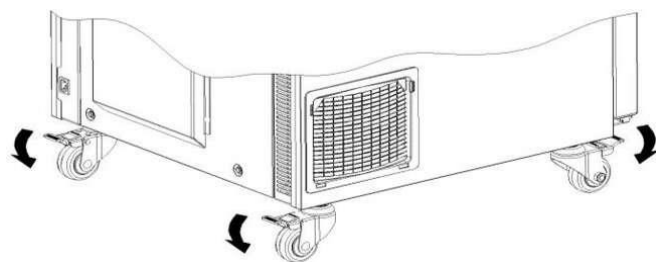

Fig.5
- I dispositivi di bloccaggio delle due rotelle anteriori devono essere attivati quando il prodotto è in posizione (vedere Fig. 5)